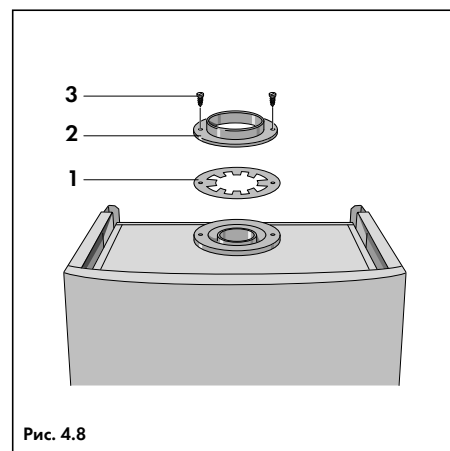

Рис. 4.8
Вывинтить оба шурупа (3, рис. 4.8) и снять половину кольца (2, рис. 4.8). Если требуется (см. указания выше), то вставить дроссельное кольцо (1, рис.4.8) в кольцевой зазор воздуховода.
**Указание:** При монтаже дроссельного кольца необходимо удалить обе половины кольца (2, рис. 4.8).
Дроссельное кольцо следует устанавливать сверху на патрубок дымохода аппарата прямо под обе половины кольца (2, рис. 4.8). Одну половину кольца необходимо сразу же посадить обратно).
**Указание:** Дроссельное кольцо следует устанавливать сверху на патрубок аппарата прямо под обе половинки кольца (2, рис. 4.8).